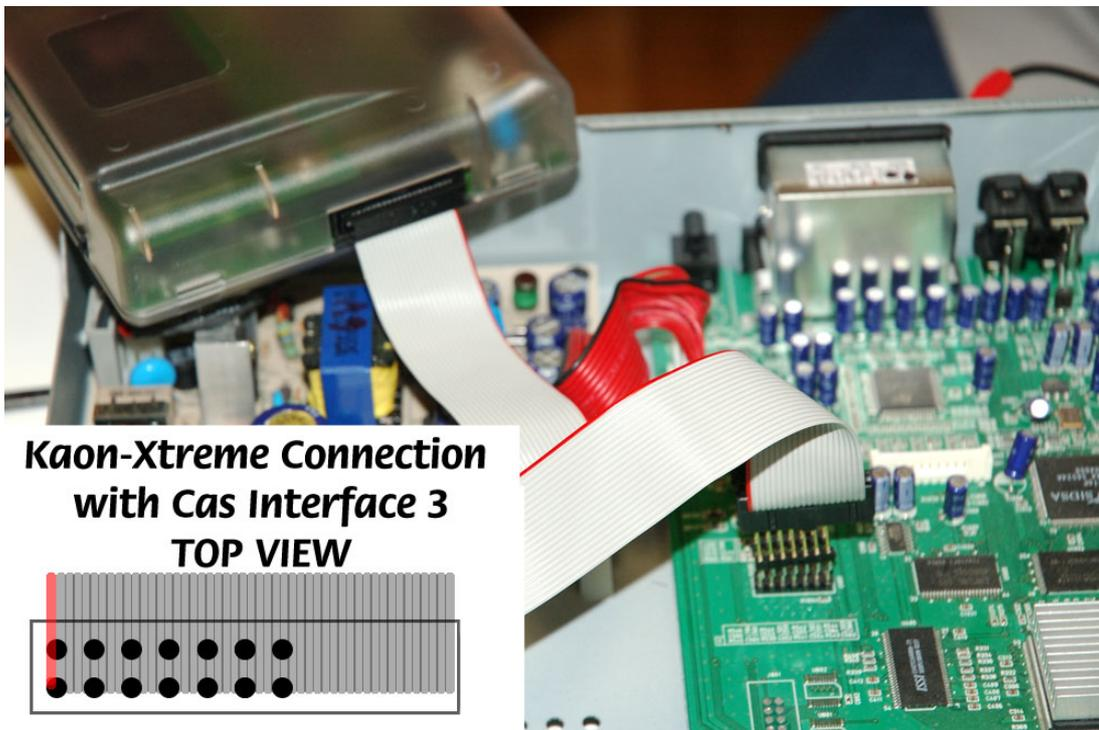

Fig. 19
- Wenn Sie Cas Interface 3 benutzen, stecken Sie ein Ende des flachen Kabels in dem externen Anschluss und das andere Ende in dem Xtreme, wie auf dem Bild ersichtlich ist (Fig. 19):